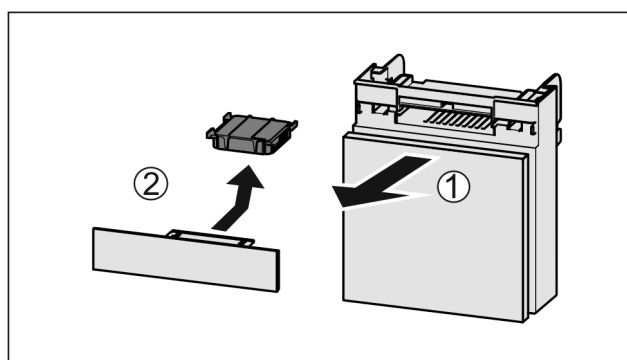

Fig. 168
- Fach nach vorne herausziehen Fig. 168 (1).
- Aktivkohlefilter entnehmen Fig. 168 (2).